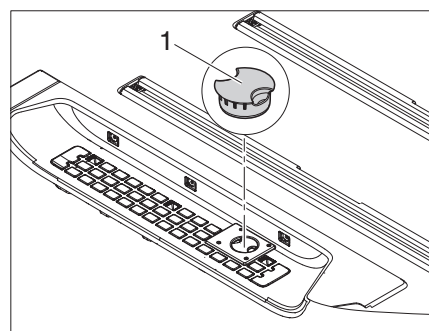

Figure 59 Enficher le capuchon de protection
- Placer le capuchon de protection (Figure 59,1) sur l'ouverture de dégazage devenue libre.